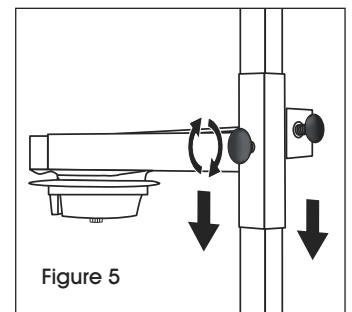

Figure 5
2. Serrez le bouton de verrouillage sur l'assemblage de la tête. Une fois le film installé, placez l'assemblage de la tête à 10 cm (4 po) au-dessus du film. (Voir Figure 5)